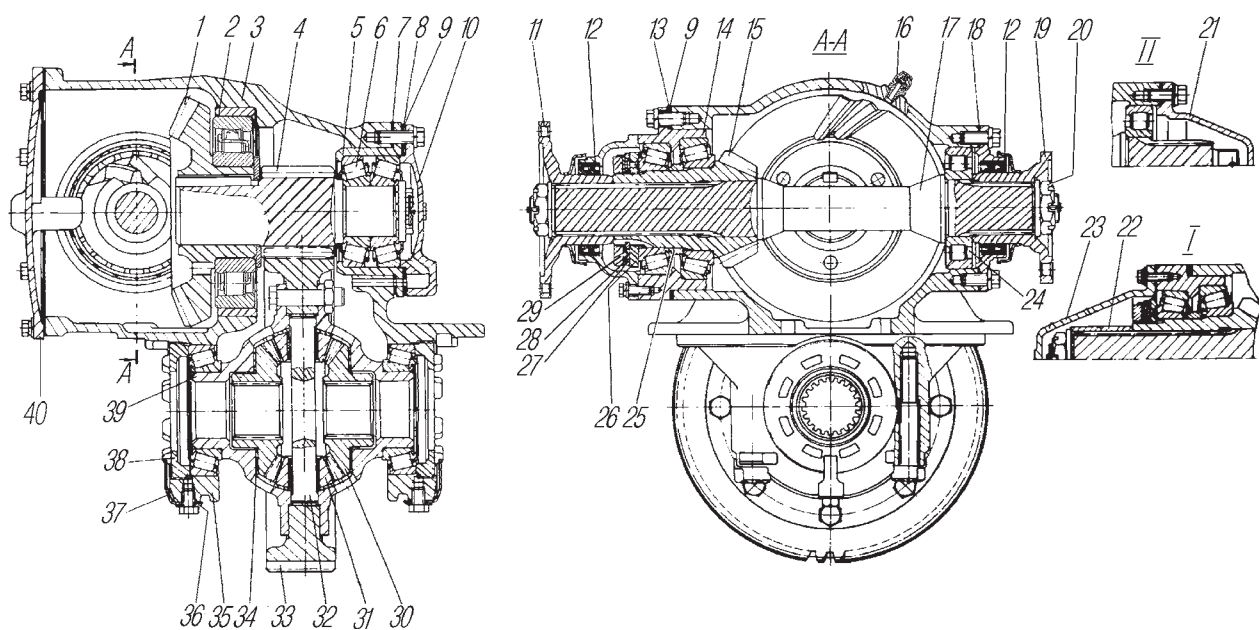
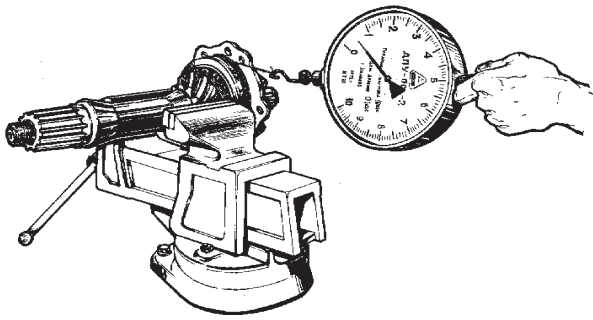

Рис. 34. Главная передача:
Рис. 38. Проверка регулировки подшипников ведущей конической шестерни
**Главная передача** моста двойная, состоит из пары конических шестерен 1 и 15 (рис. 34) со спиральными зубьями и пары цилиндрических шестерен 4 и 33 с косыми зубьями. К ведомой цилиндрической шестерне болтами прикреплен симметричный конический дифференциал с четырьмя сателлитами.
Шестерни и подшипники главной передачи смазываются маслом, заливаемым в картер моста и картер главной передачи до уровня контрольного отверстия. Масло подхватывается шестернями, разбрызгивается и через роликовый подшипник 2 (см.рис. 34) попадает в полость конических шестерен картера главной передачи, откуда стекает в картер моста.
Рассчитать величину уменьшения толщины регулировочной шайбы 25 (см.рис. 34) (величина зазора плюс 0,03-0,05 мм предварительного натяга). Отвернуть гайку, снять подшипник и регулировочную шайбу. Прошлифовать (или подобрать) шайбу до требуемого размера, установить шайбу и собрать подшипниковый узел ведущей конической шестерни. Момент затяжки гаек 450 – 500 Н.м (45-50 кгс.м). Законтрить контргайку, отогнув шайбу на одну из граней. Крутящий момент, необходимый для проворота ведущей конической шестерни в подшипниках, должен быть 0,6-1,4 Н.м (0,06-0,14 кгс.м). Усилие на динамометре при размотке шнура с поверхности стакана 7,5-17,5 Н (0,75-1,75 кгс) (рис. 38).
2. Отрегулировать предварительный натяг подшипников промежуточного вала. Регулировать подшипники подбором пакета прокладок 8 (см.рис. 34) под крышкой 9 стакана 5. Крутящий момент, необходимый для проворота промежуточного вала, должен быть 0,9-1,5 Н.м (0,09-0,15 кгс.м).
4. Установить дифференциал и отрегулировать подшипники дифференциала. Болты крепления крышек подшипников дифференциала затянуть моментом 250-320 Н.м (25-32 кгс.м). Подшипники дифференциала регулируются гайками 38 (см. рис. 34). После затяжки гаек расстояние между крышками подшипников дифференциала должно увеличиться на 0,04-0,14 мм. Во время регулировки нужно проворачивать дифференциал для установки роликов в подшипниках. Венец ведомой цилиндрической шестерни должен быть расположен симметрично относительно венца ведущей шестерни.